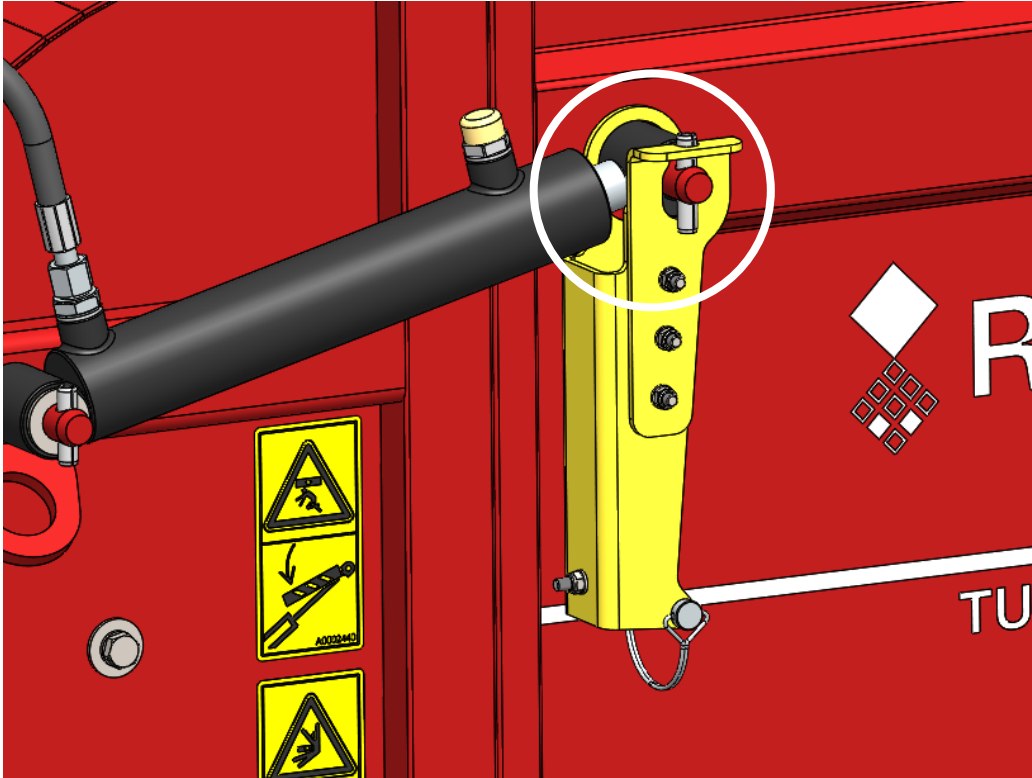

Fig. 14
12. Sbloccare i cilindri di bloccaggio e ruotarli nuovamente in posizione di lavoro. Assicurarsi che il blocco sia fissato dal perno (Fig. 14).